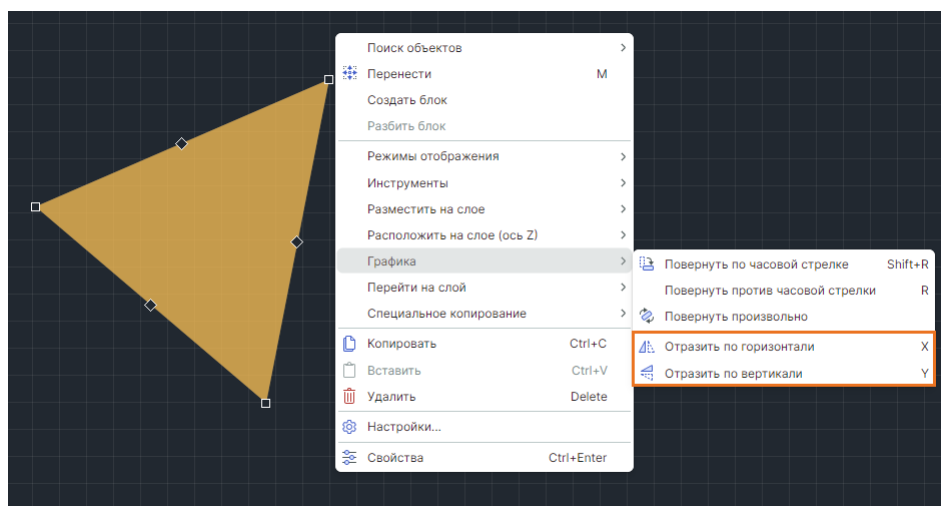

Рис. 369 Вызов функции зеркального отражения
2. Вызовите инструмент, выберите пункт «Отобразить горизонтально/вертикально» в контекстном меню или воспользуйтесь горячими клавишами («X»/«Y»), см. Рис. 369.